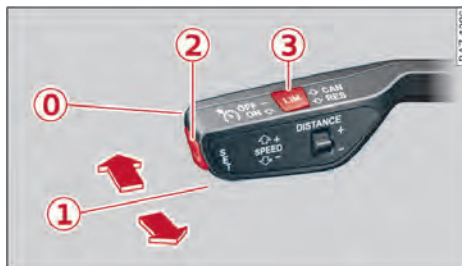

图 123 操纵杆：超越设定车速
- ▶ 要短时间延长  驾驶准备完毕功能或重新启用该功能时，请将操纵杆向箭头方向短暂地向胸前拉 \Rightarrow 109 页，图 123。